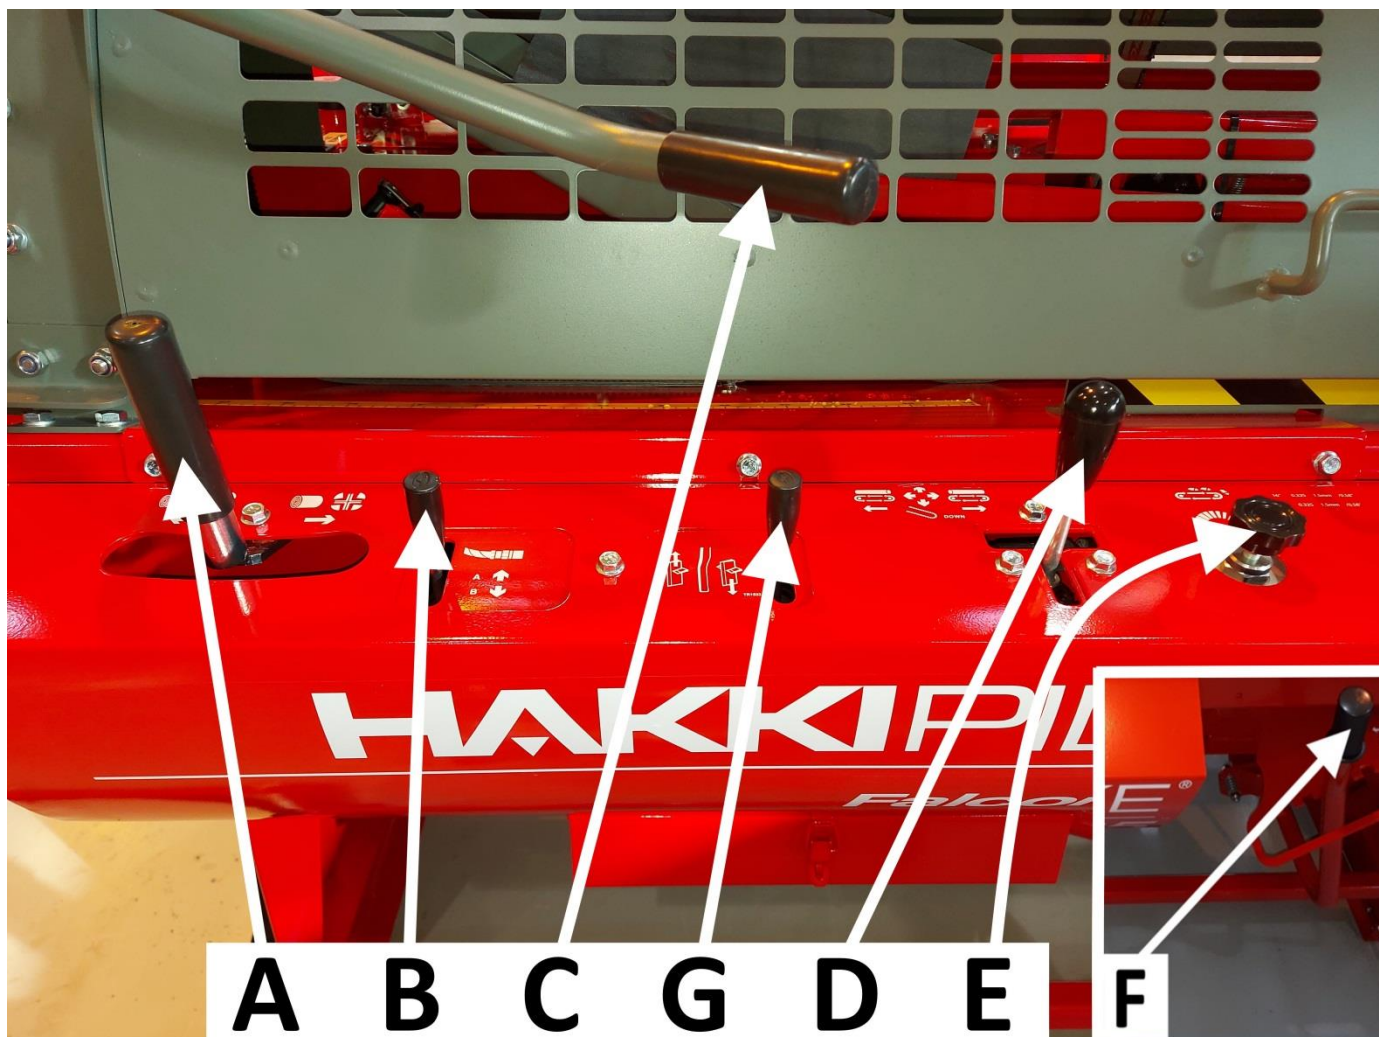

Bild 11
Koppla i tilläggshydrauliken (HakkiLift stocklyft eller HakkiFeed avskiljare för stockbord) genom att koppla dess hydraulslangar i snabbkopplingarna **A** (röd) och **B** (svart) (Bild 9). Snabbkopplingarna (bild 11) används med manöverspak B.
De extra matarrullarna och HakkiFeed stockbordet kan kopplas till serien tillsammans med maskinens inmatningstransportör. Då synkroniseras matarrullarna automatiskt med inmatningstransportören när virke matas med hjälp av spak D (bild 11).
Namn på och funktioner för manöverdonen (Bild 11):
6. Starta maskinens klyvfunktion genom att sänka kapsvärdet fullständigt till det nedre läget och därefter lyfta det tillbaka upp med spak D (Bild 11). Klyvrörelsen ska vara normal. Klyvrörelsen kan även startas genom att föra spak A till höger kant (Bild 11).
- a. Utför några sågningsrörelser utan ved med hjälp av spak D (Bild 11).
8. Kontrollera att sågkedjan börjar snurra när du sänker ner kapsvärdet ungefär 2 cm med hjälp av spak D (Bild 11).
10. Se till att klyvbalken återgår till startläget (mitt i klyvningsrörelsen) också genom att föra vev A (Bild 11) åt vänster.
11. Provkör inmatningstransportörens inmatnings- och returrörelse med spak D (Bild 11) genom att föra spaken framåt till höger (bandet rullar åt höger) och framåt till vänster (bandet rullar åt vänster).
12. Starta utmatningstransportören genom att ställa in lämplig hastighet med manöverdon E (Bild 11).
Den ved som ska bearbetas matas in i maskinen med inmatningstransportören. Veden matas in i maskinen med manöverspak D på bild 11 i punkt 3.1.
2. Mata in ved för klyvning med inmatningstransportören genom att föra spak D i punkt 3.1 (Bild 11) framåt och till höger. Matningen kan avbrytas genom att föra spak D framåt och till vänster.
3. När veden stannar för kapning i den mekaniska mätanordningen, lås veden på plats genom att trycka ner spak C (Bild 11).
4. Kapa av veden genom att dra spak D bakåt, vilket startar sågkedjan och kapsvärdet trycks ner (Bild 11).
5. Kapsvärdet återgår till det övre läget när du för spak D framåt (Bild 11). **Då startar klyvningen automatiskt.**
När du kapar ved ska du kapa den nästsista vedklubben så att den sista blir tillräckligt lång. Då ligger vedklubben stadigt under vedgejden och kapningen sker stabilt och säkert. Den sista vedklubben körs direkt till klyvning och klyvningen inleds med manöverspak A eller spak D (Bild 11).
Maskinens klyvbalk utför automatiskt alltid en klyvrörelse när du sänker kapsvärdet till lägsta läget med spak D (Bild 11) och lyfter det tillbaka till det övre läget. Dvs. klyvningen inleds då veden efter klyvningen har fallit i klyvrännan och kapsvärdet lyfts upp.
Det går även att inleda klyvningen med styrspak A (Bild 11) genom att snabbt föra spaken till höger. Det lönar sig att använda sig av denna funktion bland annat efter att den sista vedklubben som ska klyvas har fallit i klyvrännan så att användaren inte i onödan behöver föra kapsvärdet till det nedre läget, utan klyvningen kan startas snabbare med hjälp av denna spak.
Maskinens klyvrörelse kan avbrytas genom att skjuta styrspak A till den vänstra kanten (Bild 11). **Klyvningen avbryts även genom att lyfta upp maskinens skydd när.**
4. Starta klyvningen med spak A (Bild 11).
I vedmaskinen Hakki Pilke Falcon rullar utmatningstransportörens band med hjälp av en hydraulisk motor. Du kan ändra bandets rotationshastighet med reglage E (Bild 11). Du hittar den optimala rotationshastigheten för en rensande utmatningstransportör genom att pröva dig fram, det vill säga så att veden just och just går över separationsplattan. Separationsplattan kan justeras med ställskruvarna B på bild 25.